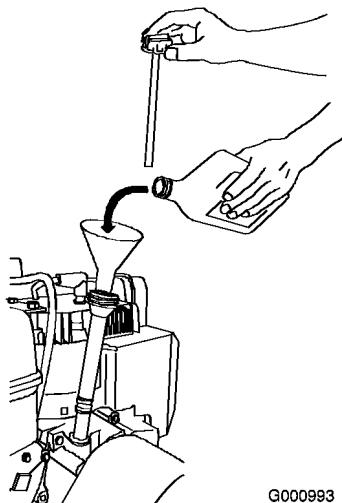

Figure 34
2. Sortez de nouveau la jauge et contrôlez le niveau d'huile (Figure 34). Si le niveau est en dessous du repère Add sur la jauge, ajoutez de l'huile (voir Plein d'huile du carter moteur).